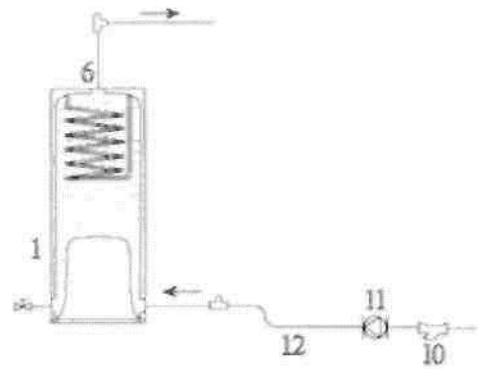

Рис. 27.1.
1. Установка циркуляционного насоса. (Рис.27.1.)